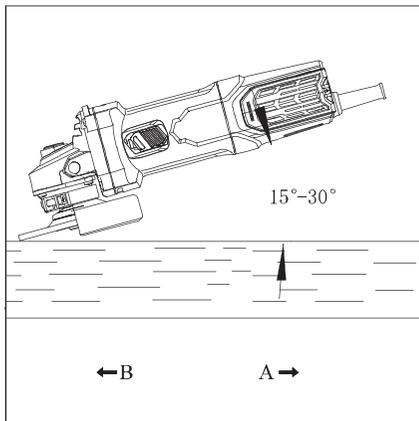

Рис. 6
3. Обычно шлифовальная часть шлифовального круга или диска удерживается в пределах угла 15°-30° от поверхности обрабатываемой детали. (Рис. 6)
4. При использовании нового шлифовального круга, пожалуйста, не перемещайте его в направлении В, в противном случае заготовка может быть отрезана. Когда угол кромки шлифовального круга становится закругленным, его можно перемещать в обоих направлениях А и В. (Рис. 6)